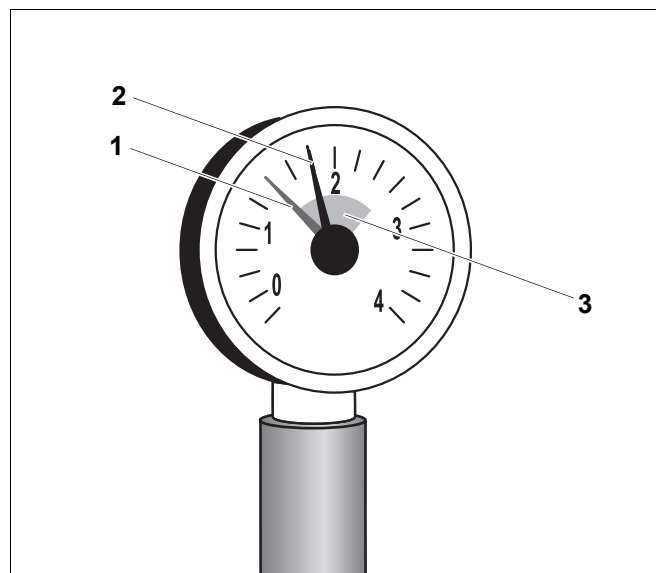

Рис. 21 Манометр для закрытых отопительных установок
- Красную стрелку (рис. 21, поз. 1) манометра отопительной установки поставить на необходимое минимальное давление 1 бар.